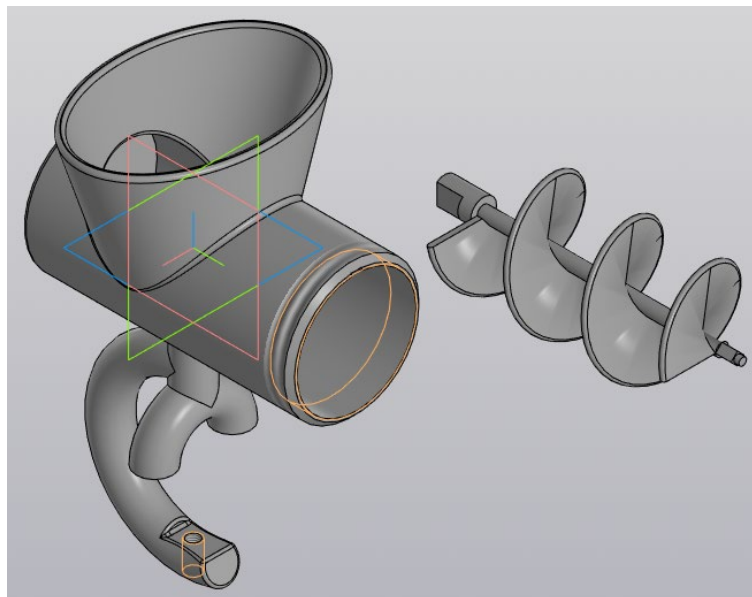

Рисунок 81 – Размещение шнека для дальнейшей сборки
11.4 Повторите операцию п. 11.2 для добавления следующей детали – шнека. Координаты размещения шнека по осям X, Y, и Z задавать не нужно, достаточно кликнуть мышкой в любом месте рабочего окна чтобы разместить шнек. Подтвердите операцию зеленой галочкой и после нажмите на красный крестик. Для удобства сборки старайтесь размещать последующие детали не далеко от базовой или той, к которой данную деталь нужно присоединить (рис. 81.).